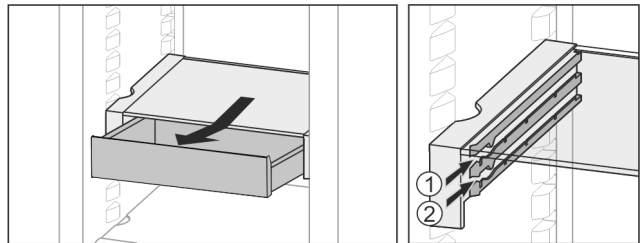

Fig. 24
- L'insérer à n'importe quelle hauteur Fig. 24 (1) ou Fig. 24 (2).